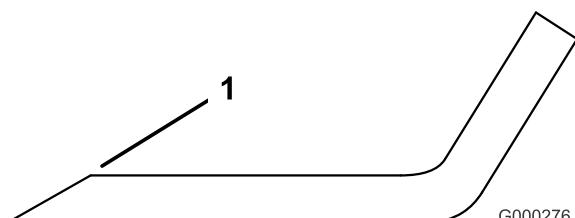

Figura 101
- Utilice una lima para afilar el filo de corte en ambos extremos de la cuchilla (Figura 101). Mantenga el ángulo original. La cuchilla permanece equilibrada si se retira la misma cantidad de material de ambos bordes de corte.